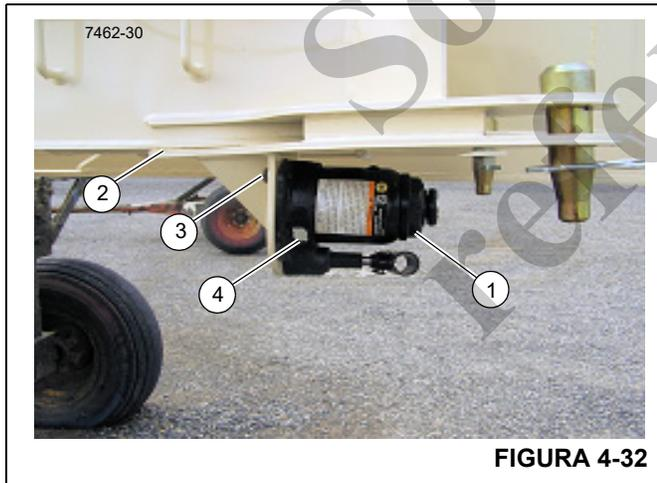

FIGURA 4-32
1. Con el caballete completamente bajado y el émbolo metido, coloque el gato en su posición vertical y retire el tapón de llenado de aceite (4, Figura 4-32).
2. Para vaciar el aceite, retire el tapón de llenado (4, Figura 4-32).